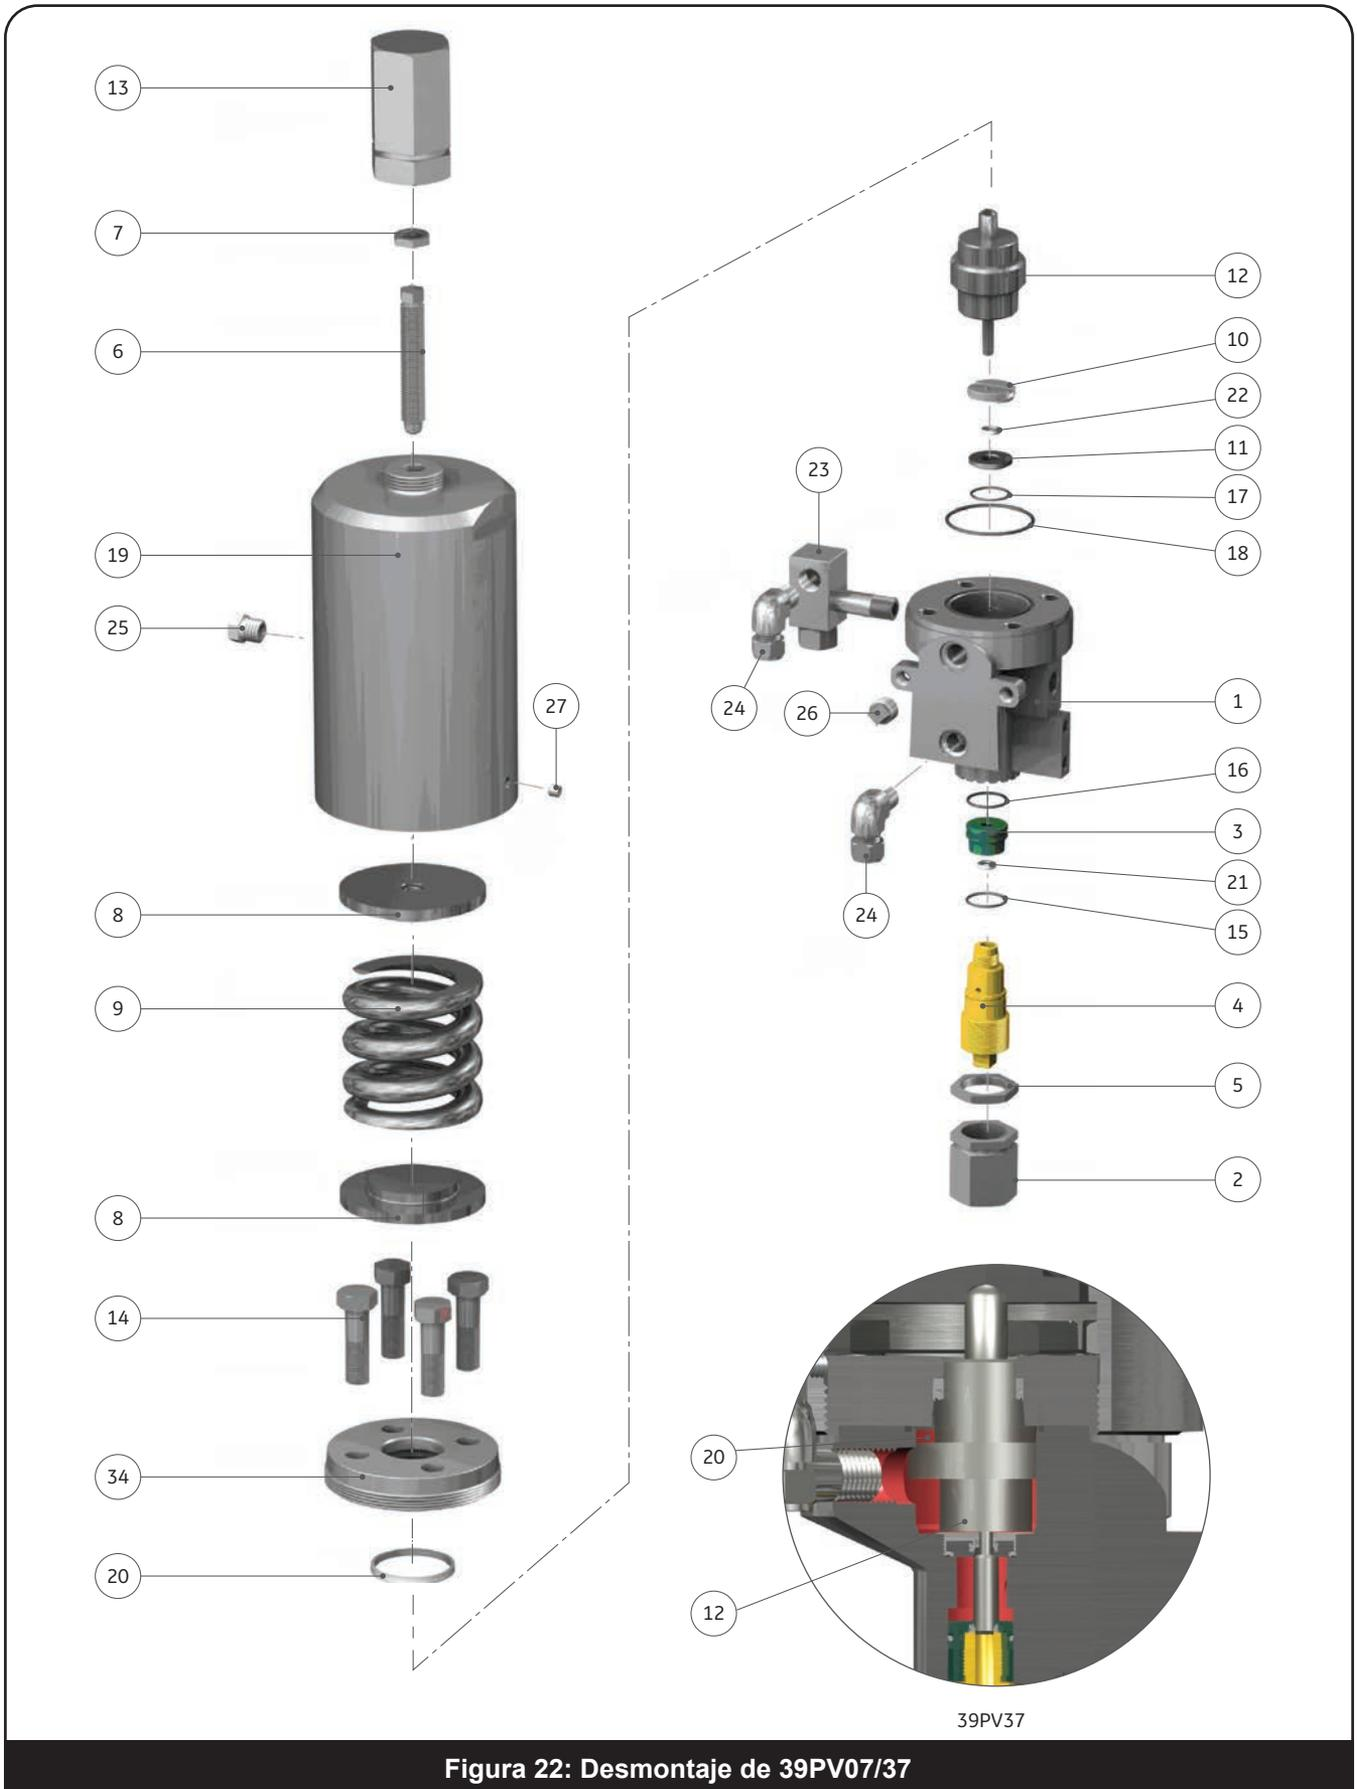
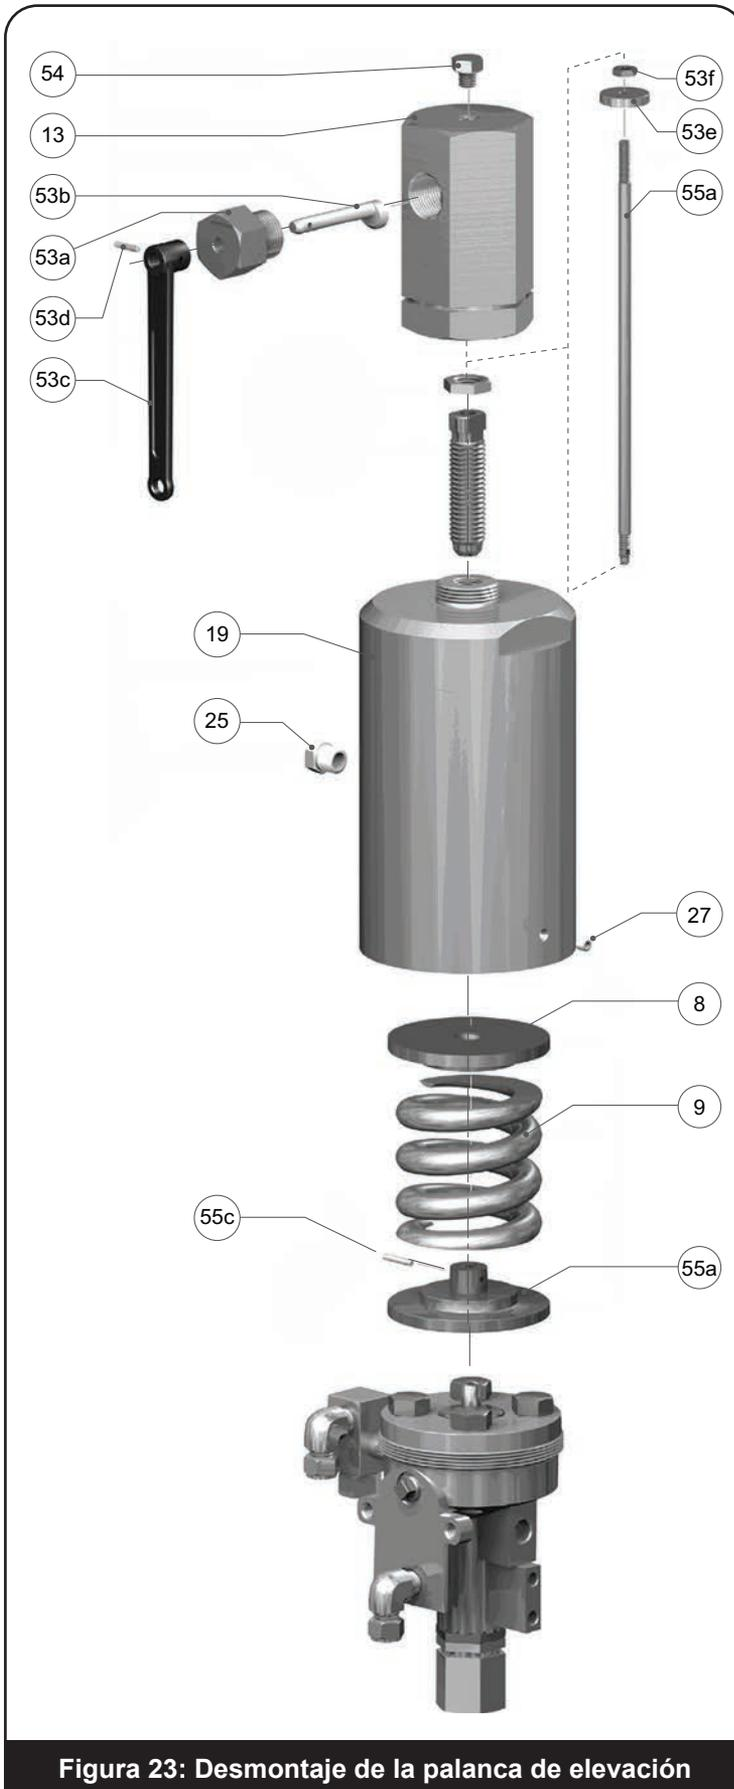
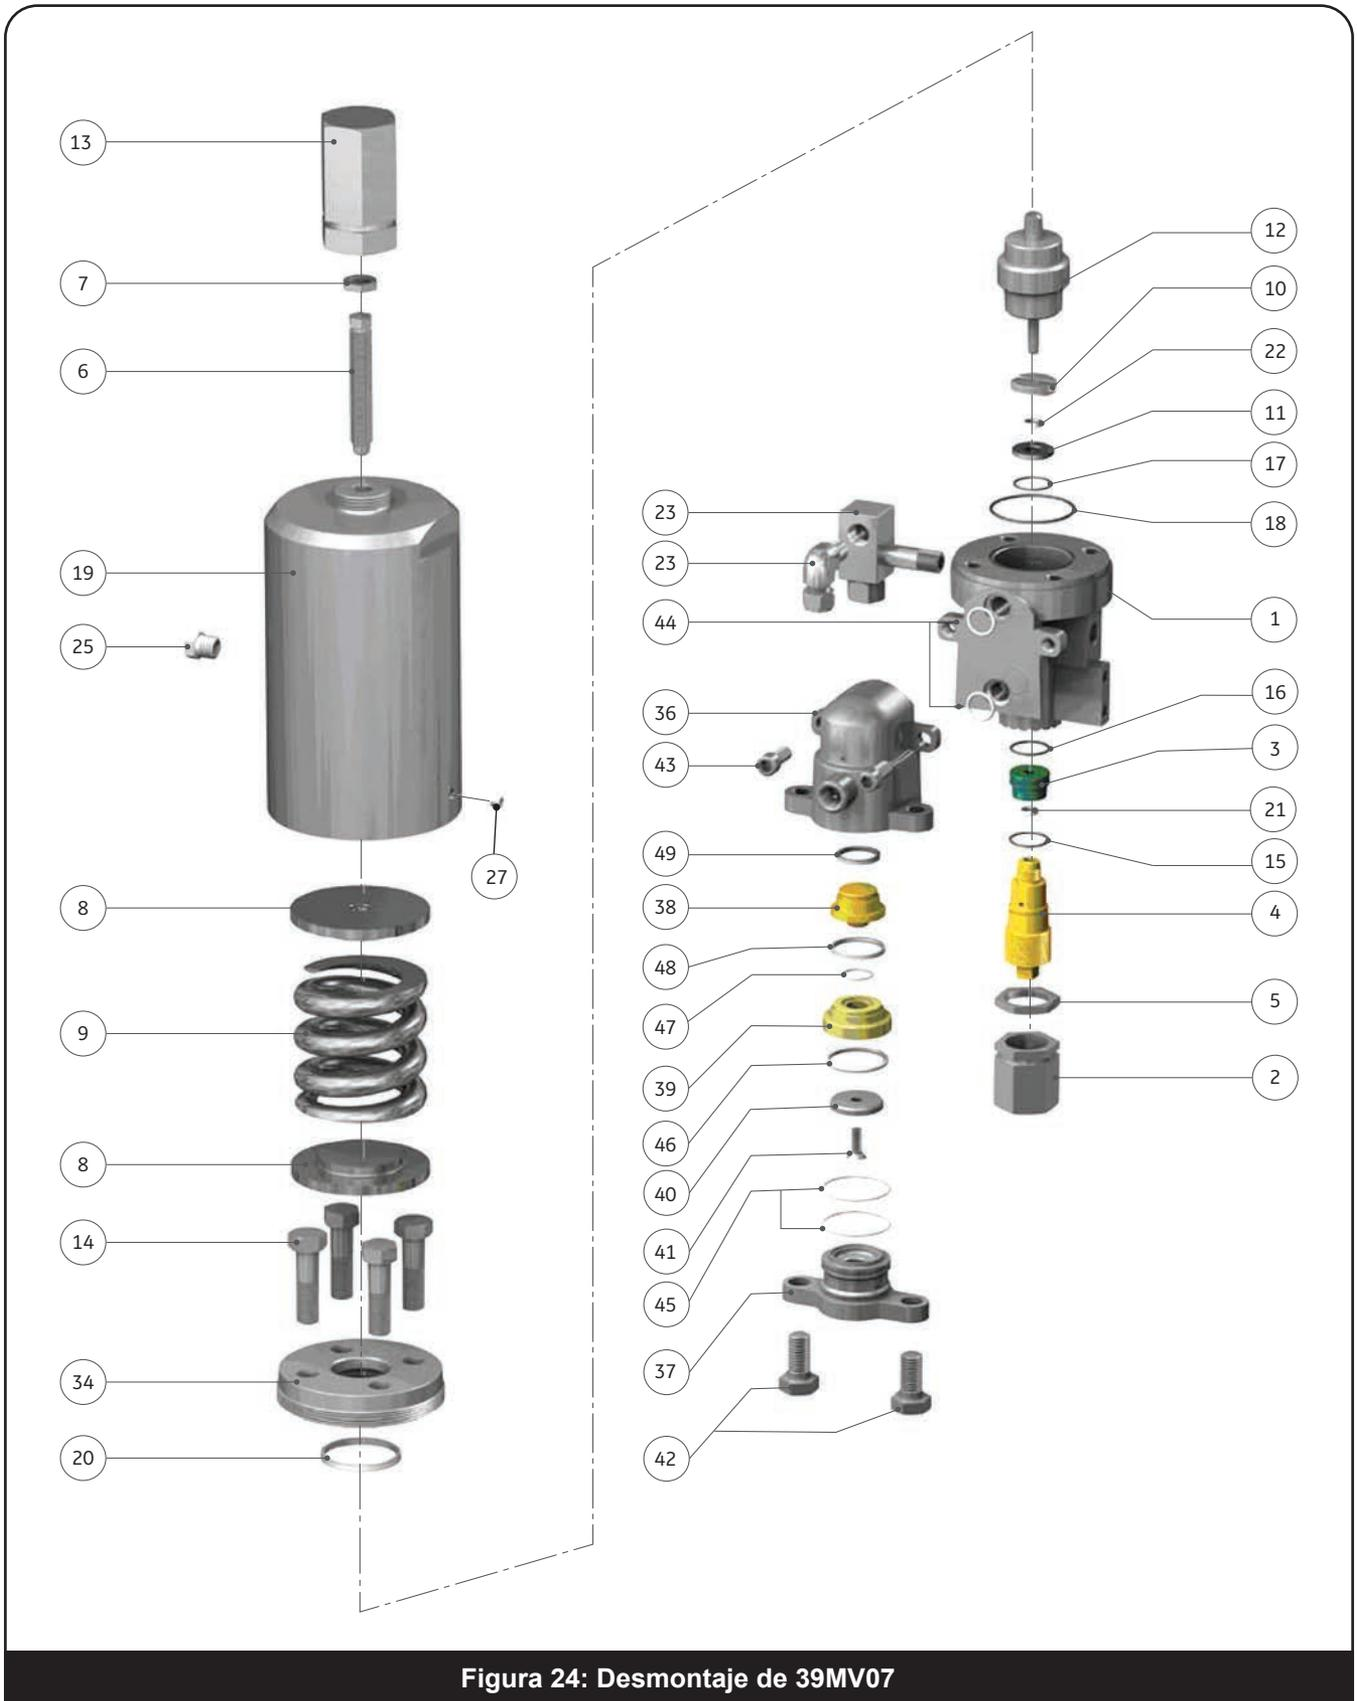
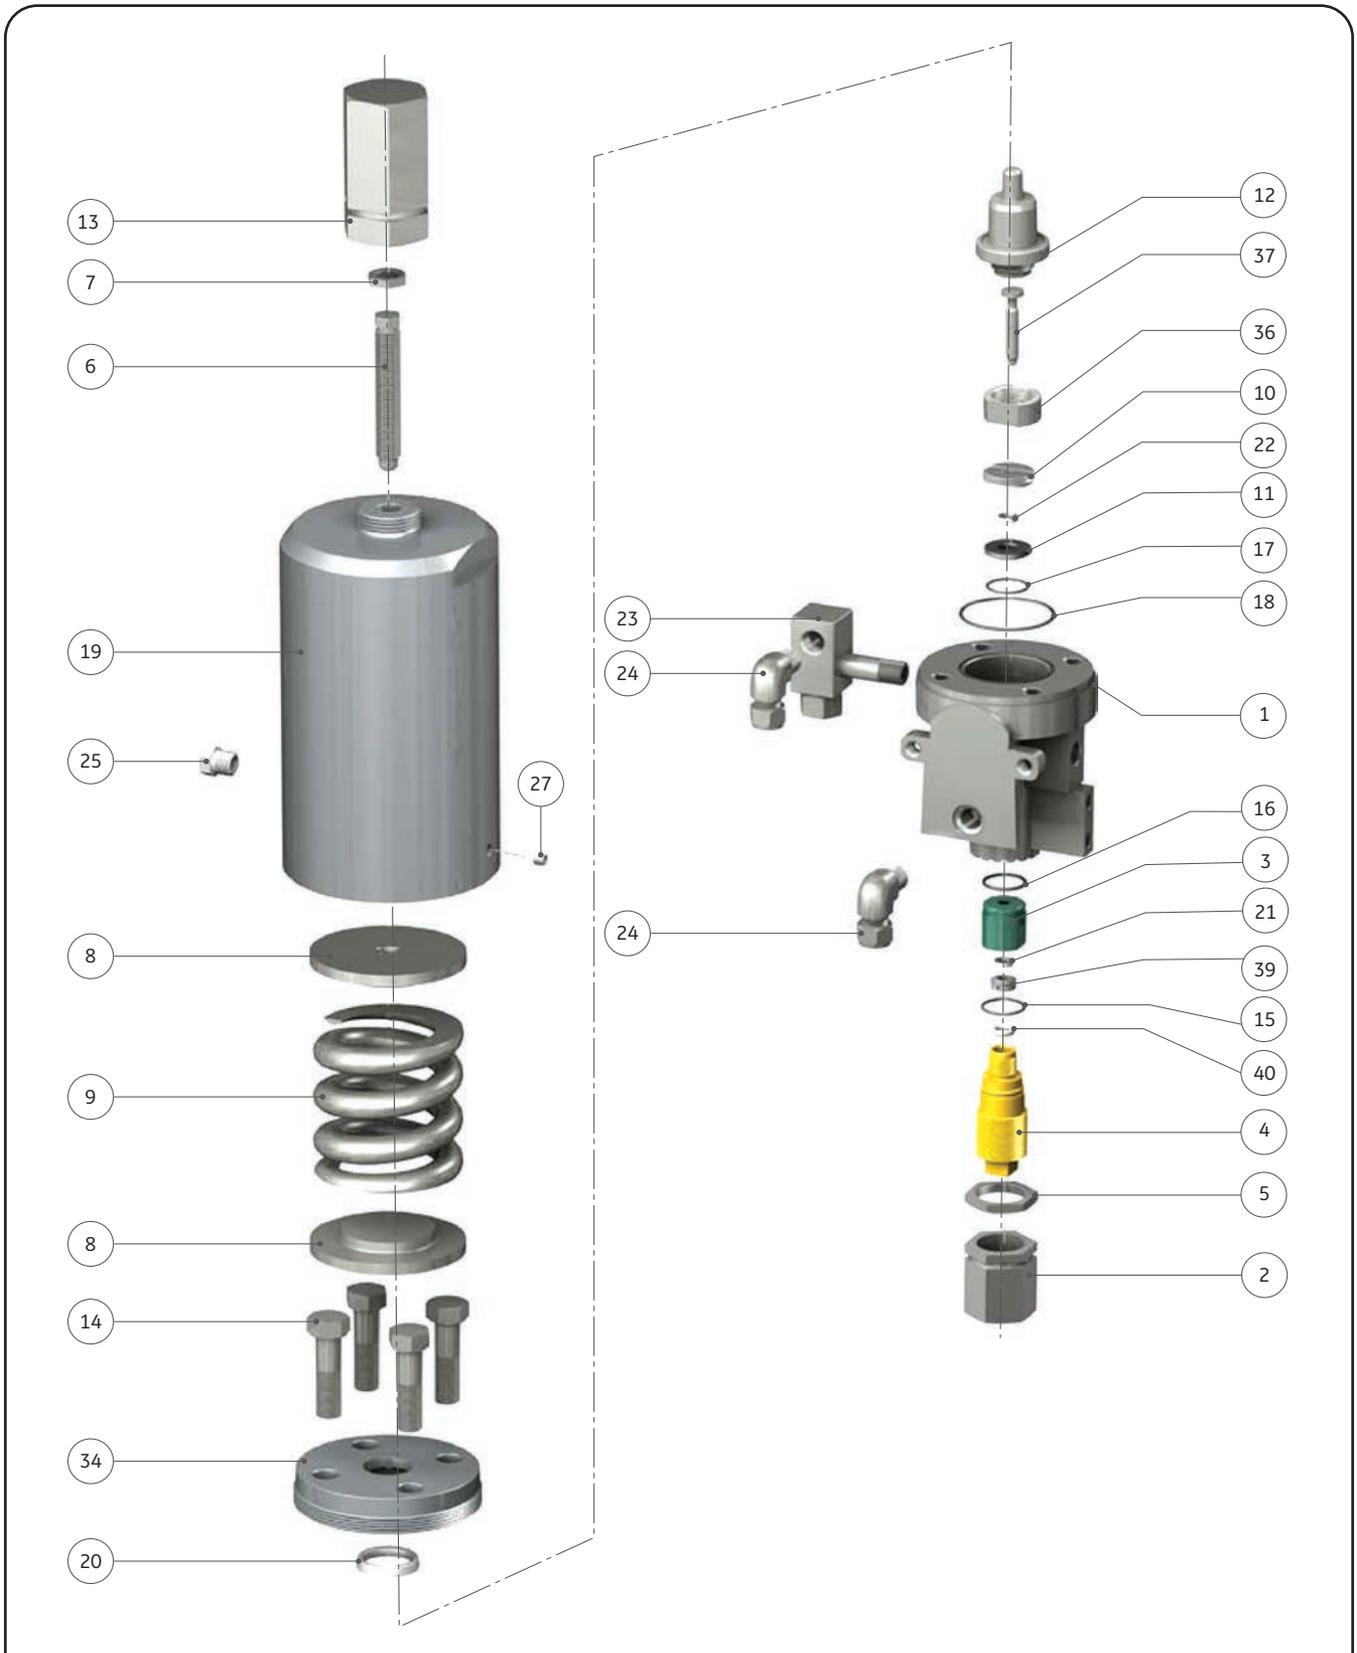

Figura 22: Desmontaje de 39PV07/37
Figura 23: Desmontaje de la palanca de elevación
Figura 24: Desmontaje de 39MV07
Figura 25: Desmontaje de 39MV2
3. Si se instala una palanca de elevación, utilice también la Figura 23 para retirar el conjunto de la palanca de elevación. Luego vuelva a la Figura 22 para continuar con el desmontaje.
3. Si se instala una palanca de elevación, utilice también la Figura 23 para retirar el conjunto de la palanca de elevación. Luego vuelva a la Figura 24 para continuar con el desmontaje.
3. Si se instala una palanca de elevación, utilice también la Figura 23 para retirar el conjunto de la palanca de elevación. Luego vuelva a la Figura 25 o 26 para continuar con el desmontaje.